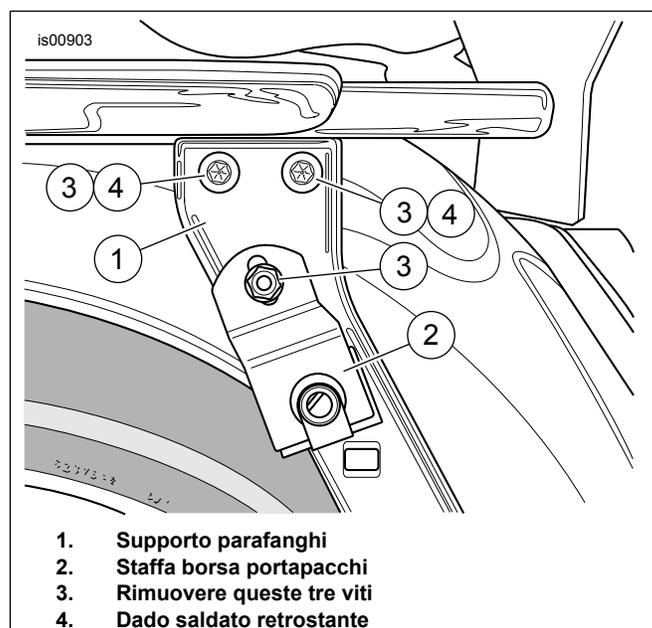

Figura 2. Rimozione delle viti originali (illustrato lato sinistro).
3. Vedere la Figura 2. Rimuovere e gettare le tre viti illustrate, da ciascun lato della motocicletta. Conservare la rondella della vite inferiore per l'installazione della borsa portapacchi e della staffa.